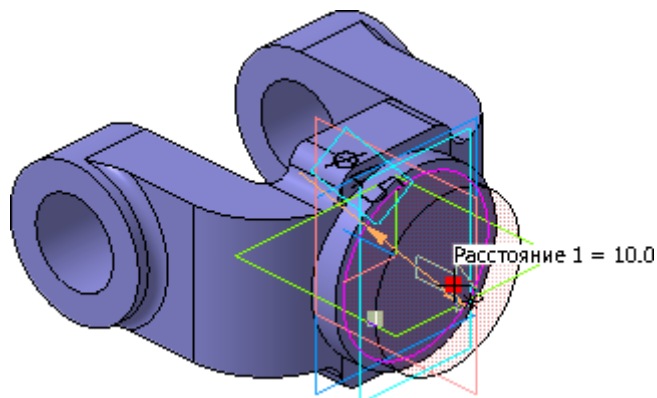

Рисунок 52.
- После того, как точка будет выделена и рядом с ней появится надпись, содержащая имя и значение параметра, нажмите левую кнопку мыши (рис. 52)